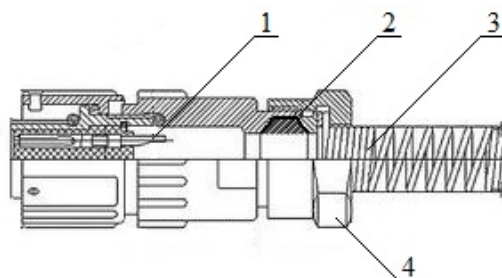

Рис. 9. Розетка FQ18-7ZJ-S.
2.2.9.2 При подключении блоков детектирования БД-6, предназначенных для работы в тяжелых условиях, необходимо обратить особое внимание на обеспечение водонепроницаемости розетки FQ18-7ZJ-S. При монтаже следует использовать кабель с наружным диаметром от 7 до 10 мм. Провод, пропущенный через пружинный амортизатор (3) (см. рис. 9) и резиновую втулку (2), припаивается к контактам (1) и плотно затягивается гайкой (4) до упора. После этого разъем подключается к блоку детектирования и закрывается резиновой манжетой. В целях устранения попадания стекающей воды по кабелю под резиновую манжету рекомендуем проводить кабель к блоку детектирования снизу.